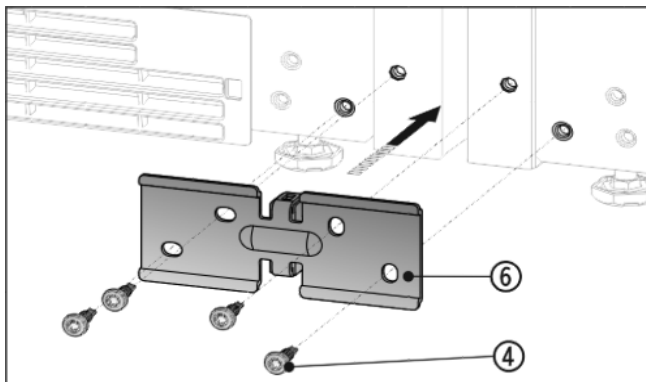

Fig. 8
- ▶ Úhelník Fig. 8 (6) zasuňte rozpěrným kusem mezi přístroje a přišroubujte 4 šrouby Fig. 8 (4) bez utahování.